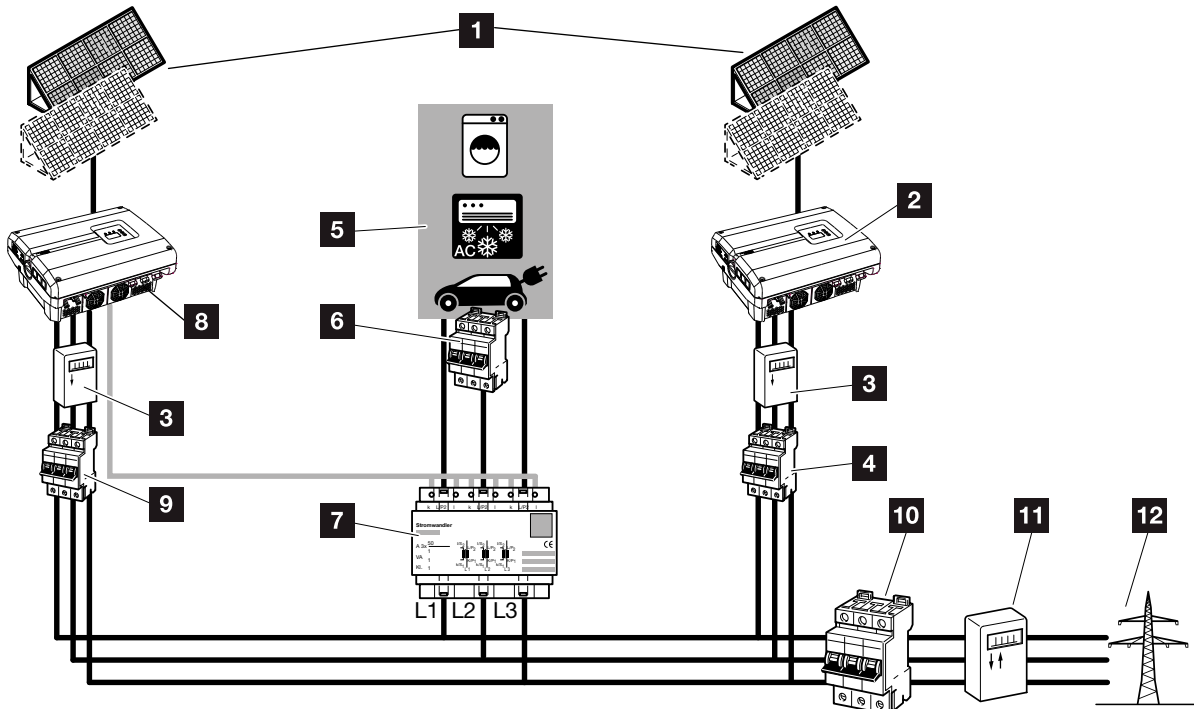
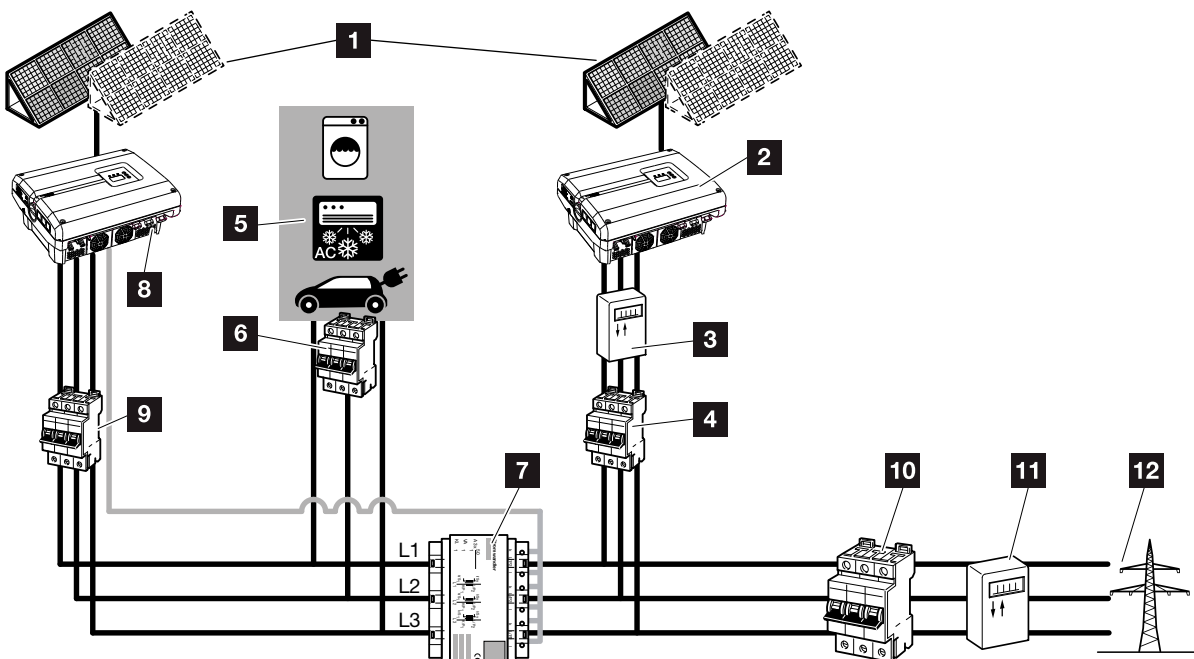

Abb. 73: Anschluss mehrerer Wechselrichter - Stromsensorposition Modus 1 - Hausverbrauchsdaten
Abb. 74: Anschluss mehrerer Wechselrichter - Stromsensorposition Modus 2 - Netzverbrauchsdaten
2. Wechselrichter wie in den Abbildungen  **Abb. 73, Abb. 74** in das System integrieren und fachmännisch anschließen